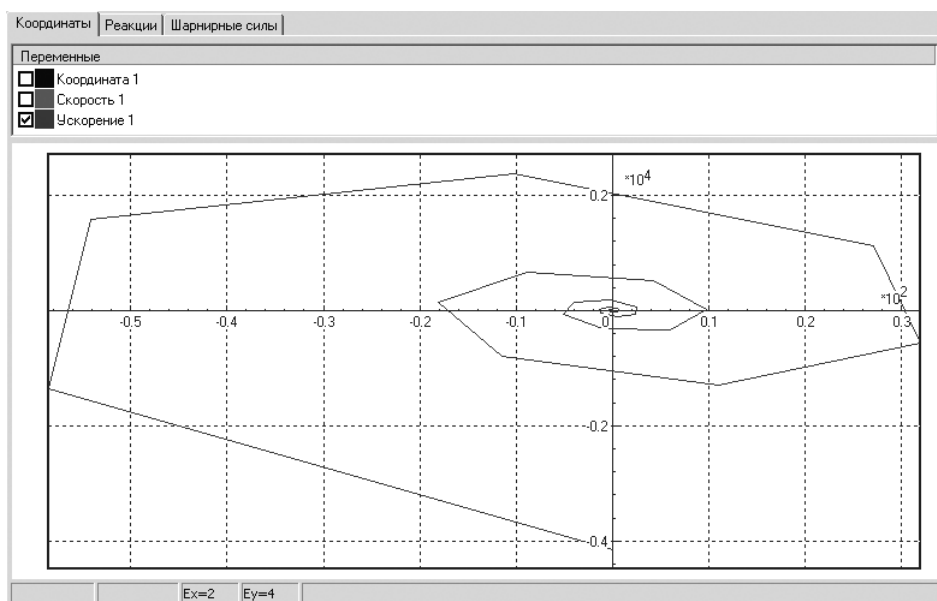

Рис. 1.42. Зависимость углового ускорения от угловой скорости
- щелкните в контекстном меню по пункту **Отложить переменную по абсциссе**. Появится искомый график, см. рис. 1.42;